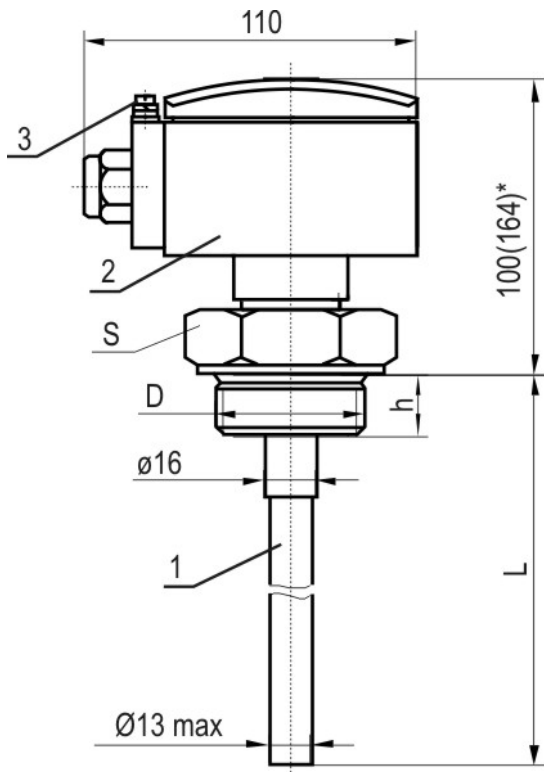

Рисунок 1
1.3.3 Датчик (рисунок 1) состоит из чувствительного элемента 1 различных конструктивных исполнений (таблица 2), корпуса 2 с крышкой и расположенного внутри корпуса электронного модуля. Для датчиков взрывобезопасного исполнения предусмотрен зажим заземления 3 типа ЗВ-С-4х12 по ГОСТ 21130-75.